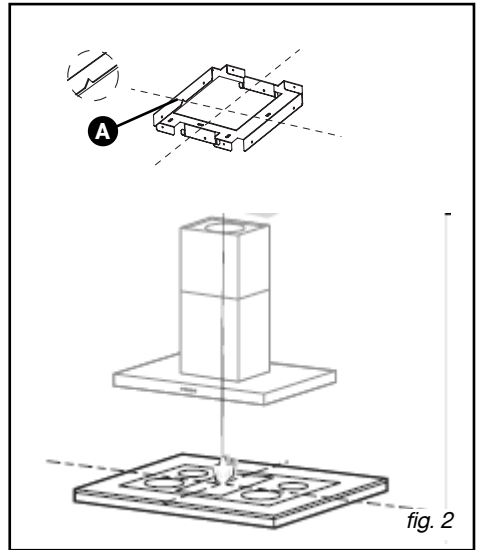

fig. 2
- A l'aide d'un fil à plomb, reporter sur le support plafond, le centre du plan de cuisson (fig.2).
- L'encoche A du support plafond doit être face au produit (Fig.2).